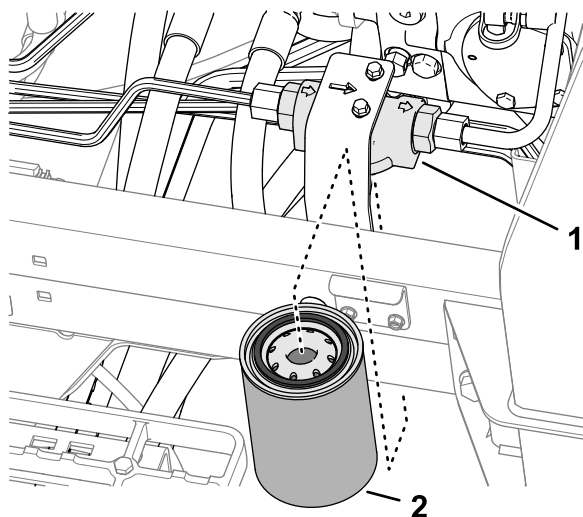

Figure 115
3. Placez un bac de vidange sous le filtre de charge, sur le côté gauche de la machine (Figure 115).